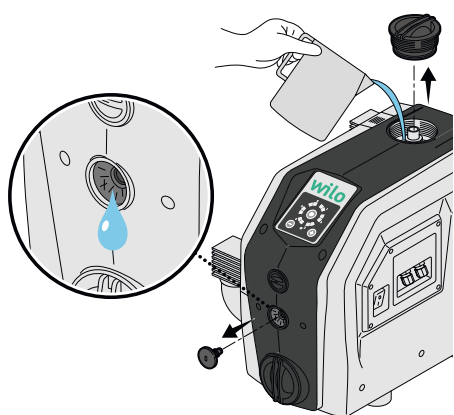

Fig. 8: Fylling
2. Fyll produktet med vann (ca. 1,5 L), til vannet tyter ut av lufteåpningen (Fig. 8).